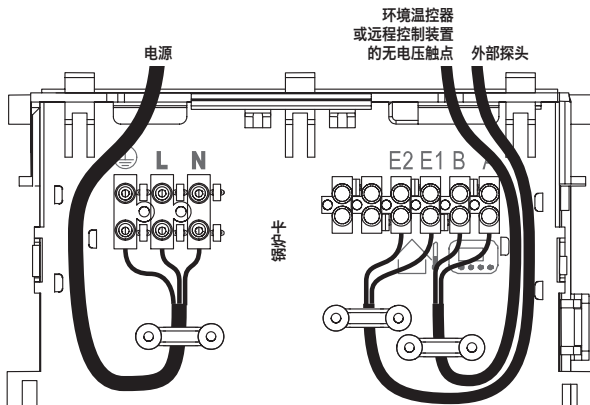

图 4.10
- 将电源线与单相开关相连, 并将火线 (棕色线) 和中线 (蓝色线) 与对应的端子相连。(图 4.10)。
使用图 4.10 所示端子连接室内温控器。
室内温控器的导线必须如图 4.10 所示, 插在“A 和 B”端子之间。